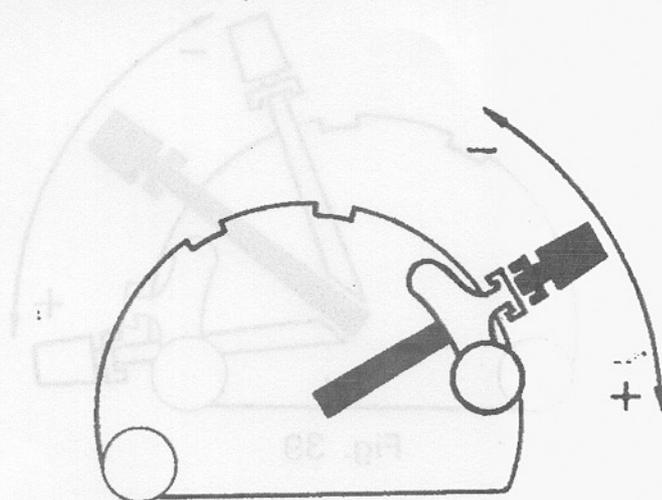

Fig. 40
- La profondeur de travail désirée étant obtenue, faire coulisser l'index mobile sur le secteur pour l'amener en face de celui de la manette de commande, puis serrer le bouton moleté (fig. 40).
Le conducteur apportera la correction nécessaire en déplaçant le levier de commande de part et d'autre de l'index sur le secteur (fig. 40).